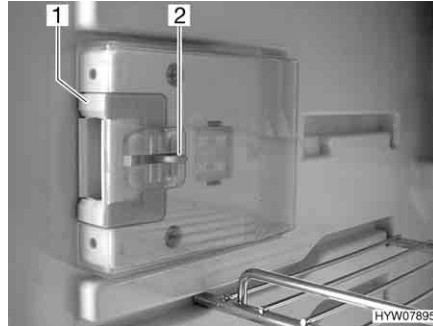
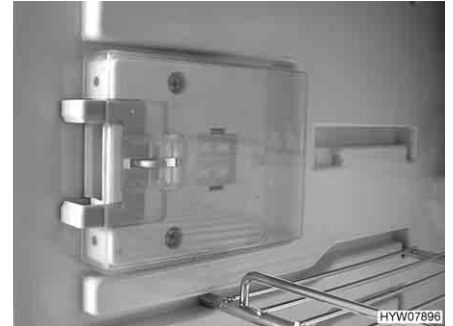

Bild 164 Verschlusseinrichtung in Normalstellung
Bild 165 Verschlusseinrichtung in Lüftungsstellung
- Die Entriegelung (Bild 164,2) eindrücken.
- Die Verschlusseinrichtung (Bild 164,1) nach vorn schieben (Bild 165).